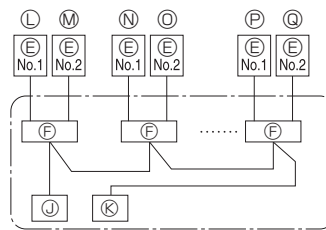

Fig. 6-2
6.1. Außenanlage (Fig. 6-1, Fig. 6-2)
- (1) Die Bedienungsplatte abnehmen.
- (2) Die Kabel gemäß der Fig. 6-1 und der Fig. 6-2 verdrahten.